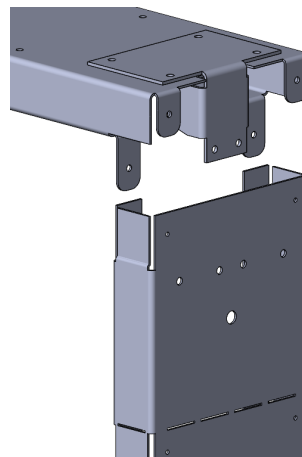

рис.1.2
3. Загнуть по месту установочные проушины на крыше (V) (рис.1.2).